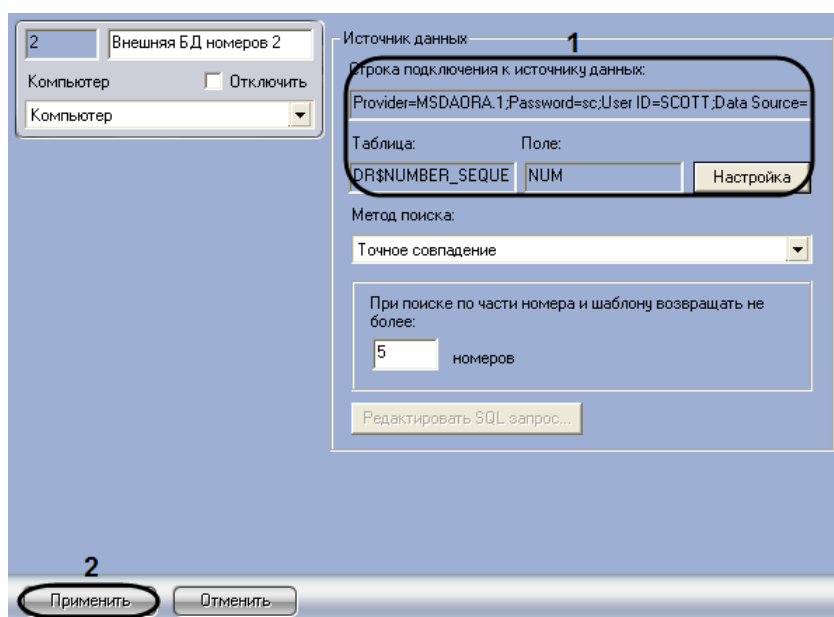

Рис. 7.5-7. Параметры внешней базы данных номеров
10. В результате выполнения операции будут заполнены поля «Строка подключения к источнику данных», «Таблица», «Поле» (Рис. 7.5-7, 1) на панели настройки объекта «Внешняя БД номеров».
11. Нажать кнопку «Применить» (см. Рис. 7.5-7, 2).